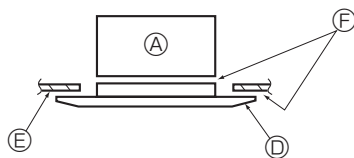

Fig. 5-8
- * Zorg ervoor dat er geen openingen zijn tussen de hoofdunit en het rooster, of tussen het rooster en het plafond. (Fig. 5-8)